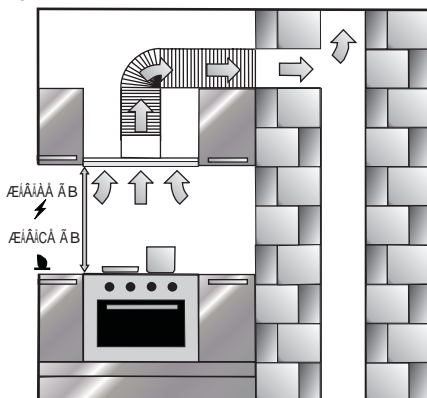

Рис. 1
2. Высота подвески вытяжки над плитой должна составлять как минимум 650 мм для электрических плит и керамических варочных панелей и 750 мм для газовых плит (или газово-электрических) – Рис. 1.